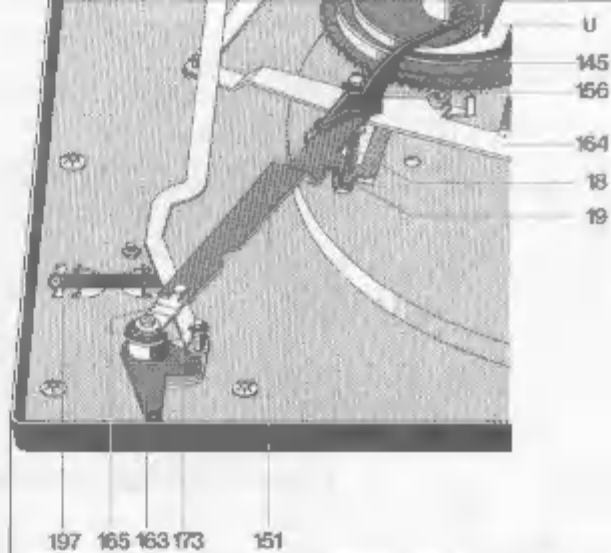

Fig. 17
Eingeleitet wird der Abwurfvorgang durch die Drehung des Kurvenrades (145), dessen Abwurfkurve (AX) die Abwurfvippe (AW) und den Wechselbolzen steuert (Fig. 17).